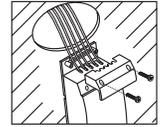

FIG.9
- Siga el diagrama de conexonado elegido, conecte la caja de control a la alimentación, luego coloque la tapa protectora y ajuste los tornillos. (Ver FIG.9)